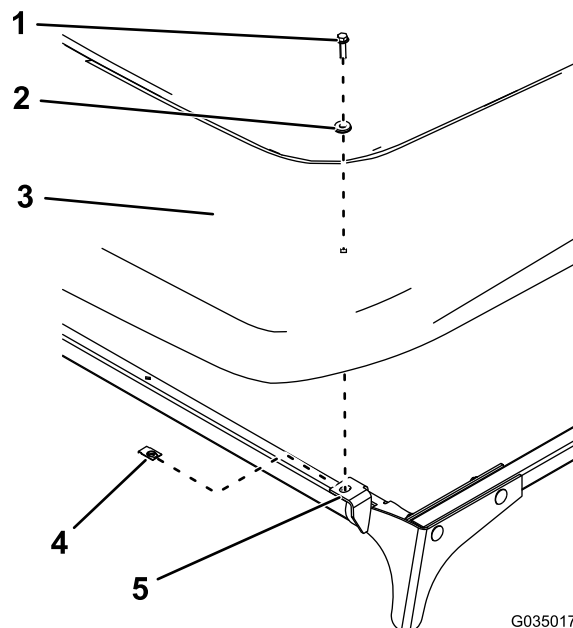

Figura 12
12. Instale el toldo a las placas delanteras con 2 abrazaderas, 2 arandelas sellantes y 2 pernos hexagonales con arandela prensada (1/4" x 1"), tal y como se muestra en Figura 12.